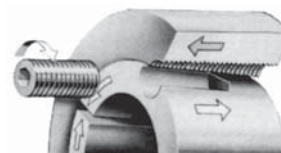

Abb. 2
3. Montageschrauben leicht gefettet oder geölt lose einschrauben. Schrauben noch nicht festziehen (Abb. 2).